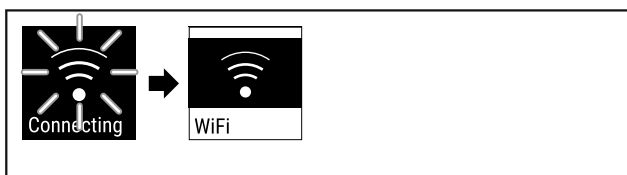

Fig. 85
- ▶ Si stabilisce una connessione (vedere Fig. 85).